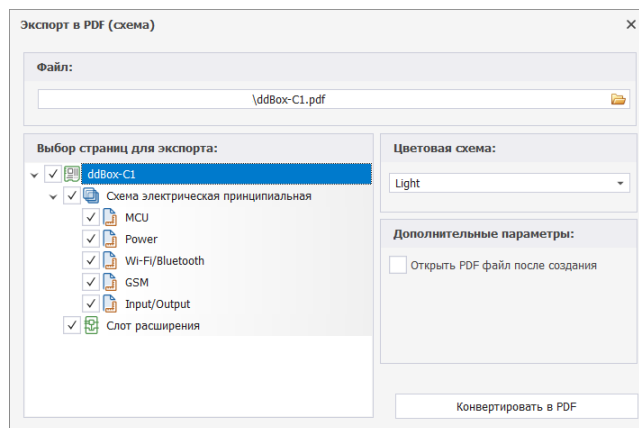

Рис. 81 Выбор директории сохранения для экспортируемых страниц
2. В поле «Файл» укажите директорию для сохранения файла схемы, Рис. 81. Нажмите , и в окне проводника укажите место сохранения файла.